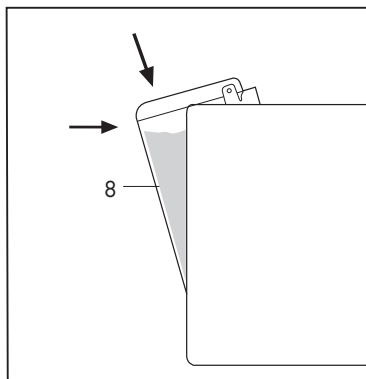

Fig. 3
- Cierre la tapa e inserte el depósito (8) contra el cuerpo máquina de forma que la lengüeta se enganche y la base del depósito se apoye correctamente en la válvula del agua. **(Fig.3)**